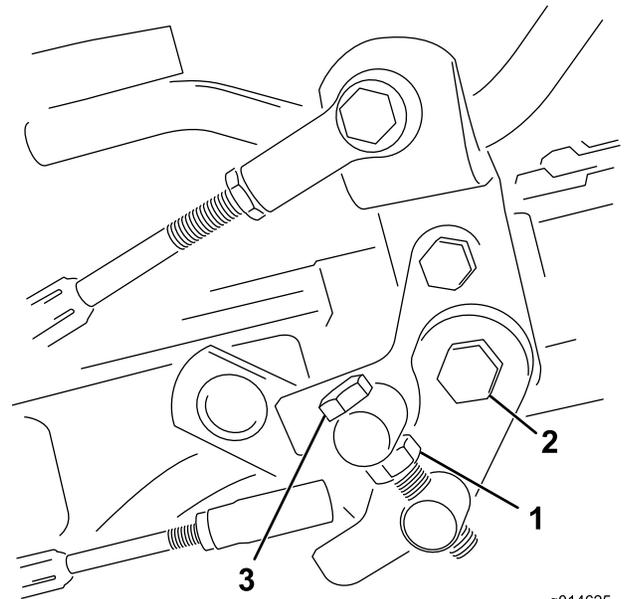

图49
4. 上紧枢轴螺栓上的锁紧螺母和踏板枢轴上的螺母，锁定调整（图49）。检查调整情况，并按需要调整。
1. 松开枢轴螺栓上的锁紧螺母（图49）。